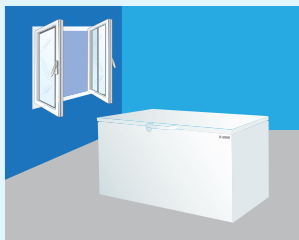

IMAGEN 12
- Cuando se siente sospecha de fugas de gas en el congelador, ventile por ventanas que se abren e informar al Servicio autorizado de Uğur más cercano. (Imagen 12)